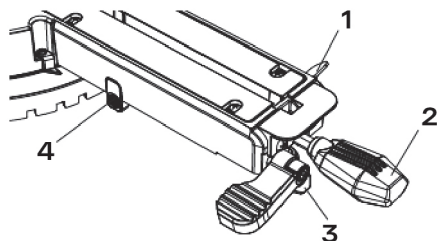

рис. 37
1. Разблокировать поворотный стол, подняв рычаг блокировки кулачка (1) вверх (рис. 37). Ручка поворота (2) не блокирует и не разблокирует стол.
2. Удерживая ручку поворота (2), потянуть за рычаг блокировки неподвижного упора (3) в направлении вверх и нажать на блок корректировки фиксации поворота (4). Отпустить рычаг блокировки неподвижного упора (3), продолжая удерживать блок корректировки фиксации (4). Теперь корректировка фиксации поворота установлена.
3. Повернуть стол на требуемый угол и зафиксировать под этим углом, надавив на рычаг блокировки кулачка (1).
4. Для сброса корректировки фиксации поворота потянуть за рычаг блокировки кулачка (1), потянуть рычаг блокировки неподвижного упора (3) в направлении вверх. Это сбросит блок корректировки фиксации (4), и стол теперь будет останавливаться на неподвижных упорах.